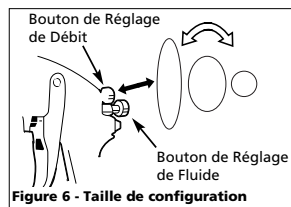

Figure 6 - Taille de configuration
2. Choisir la taille de configuration pour la forme désirée. Pour un plein débit, ouvrir le bouton de réglage de débit en tournant au sens contraire des aiguilles d'une montre. Pour un débit rond, tourner le bouton de réglage de débit au sens des aiguilles d'une montre (Voir Figure 6).
aiguilles d'une montre jusqu'à ce qu'il soit fermé (Voir Figure 6).